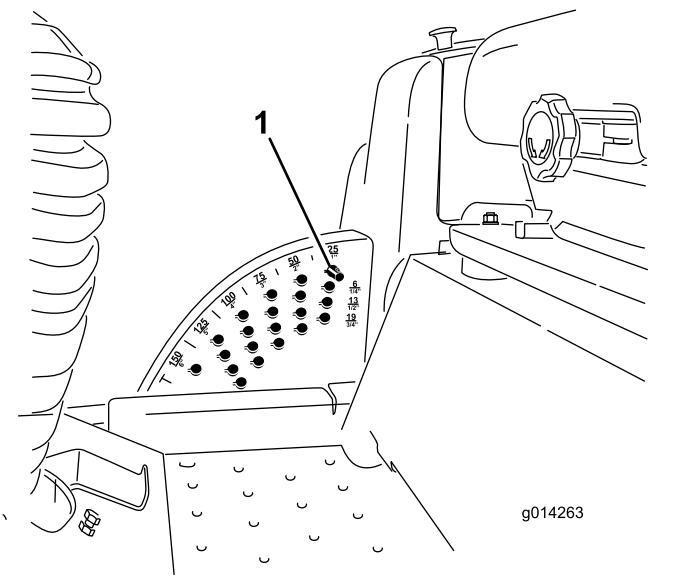

Bild 8
1. Ziehen Sie den Mähwerkhubhebel bei laufendem Motor zurück, bis das Mähwerk ganz angehoben ist, und lassen Sie den **Hebel sofort los** (**Bild 8**).
2. Drehen Sie zum Einstellen der Schnitthöhe den Anschlagsstift so lange, bis die Linien am Spannstift mit den Schlitten in den Löchern in der Schnitthöhenhalterung ausgerichtet sind. Nehmen Sie ihn dann ab (**Bild 8**).
3. Wählen Sie ein Loch in der Schnitthöhenhalterung, das der gewünschten Schnitthöhe entspricht, stecken Sie den Stift ein und drehen Sie ihn ein, um ihn zu arretieren (**Bild 8**).
Hinweis: Es gibt vier Reihen der Lochpositionen (**Bild 8**). Die oberste Reihe ergibt die Schnitthöhe, die über dem Stift steht. Die zweite Reihe ergibt die Schnitthöhe plus 6 mm. Die dritte Reihe ergibt die Schnitthöhe plus 12 mm. Die unterste Reihe ergibt die Schnitthöhe plus 18 mm. Für die